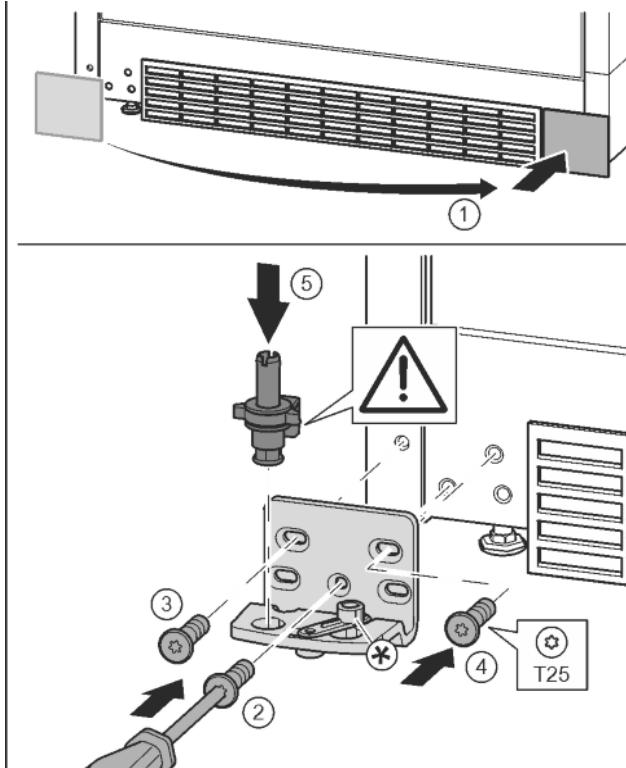

Fig. 16
- Noņemiet pārsegu un piešipriniet otrajā pusē. Fig. 16 (1)
- Pielieciet gultņa balstu otrajā pusē un pieskrūvējiet ar skrūvgriezi T25. Sāciet apakšā pa vidu ar skrūvi 2. Fig. 16 (2)
- Pieskrūvējiet skrūvi 3 un 4. Fig. 16 (3, 4)
- Pilnīgi ievietojiet gultņa tapu. Uzmaniet, lai aiztura izcilnis būtu vērts virzienā uz aizmuguri. Fig. 16 (5)